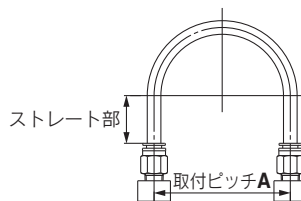
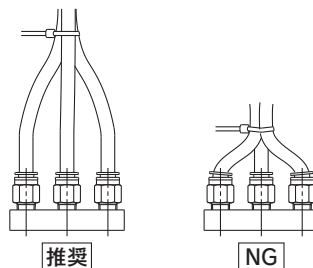

図1 推奨配管図
図2 結束バンドで配管を束ねた場合
- ワンタッチ管継手に配管する際は図1の推奨配管条件にて、チューブ長さに余裕を持った配管をお願い致します。また、結束バンドなどで配管を束ねる場合には継手に外力が加わらないよう配管願います。(図2参照)